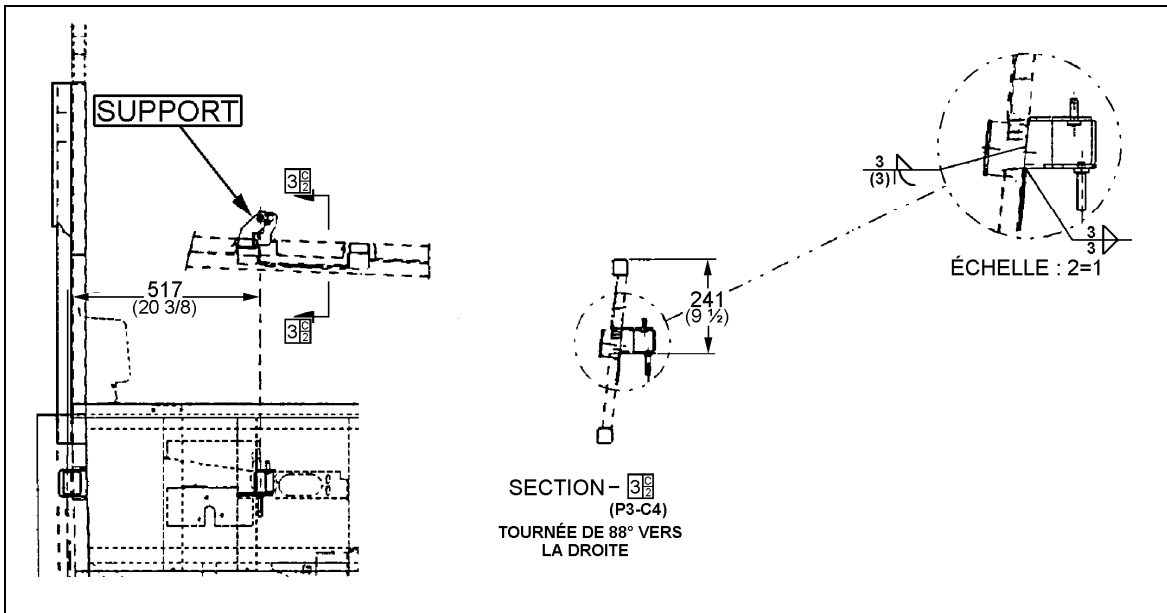

FIGURE 5 : INSTALLATION DU SUPPORT SUR LE CHÂSSIS
6. À cause de l'épaisseur du matériau, il est recommandé d'utiliser une soudeuse à l'arc électrique semi-automatique selon les spécifications suivantes pour souder le support (Prevost #214129) (voir figure 5) :